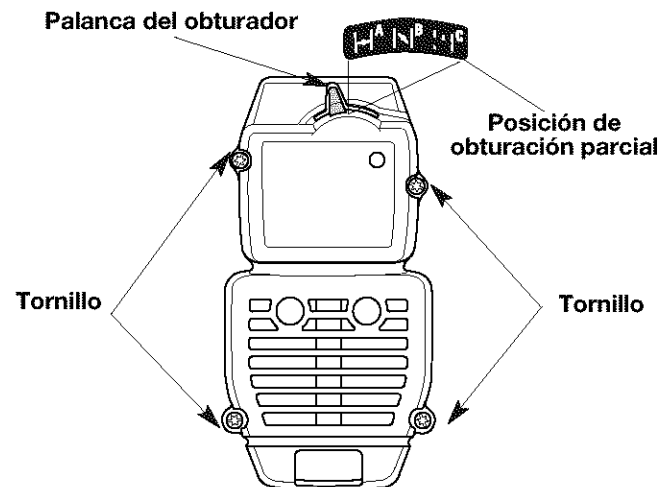

Fig. 23
NOTA: La palanca del obturador debe estar en la posición de obturación parcial (**PARTIAL**) (**B**) (Fig. 23) para retirar la cubierta del filtro de aire / silenciador.
2. Saque los cuatro (4) tornillos que sostienen la cubierta del filtro de aire / silenciador (Fig. 23). Use un destornillador de vástago plano o un destornillador de broca T-20.
NOTA: La palanca del obturador debe estar en la posición de obturación parcial (**PARTIAL**) (**B**) (Fig. 23) para instalar la cubierta del filtro de aire / silenciador.
2. Inserte los cuatro (4) tornillos en los orificios de la cubierta del filtro de aire / silenciador (Fig. 23) y ajústelos. No los ajuste demasiado.